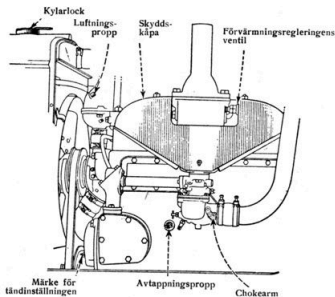

Bild 8. Motorns vänstra sida.
- 2) Stäng chokespjället genom att föra chokearmen bakåt fullständigt (mot svänghjulet) (se bild 8).